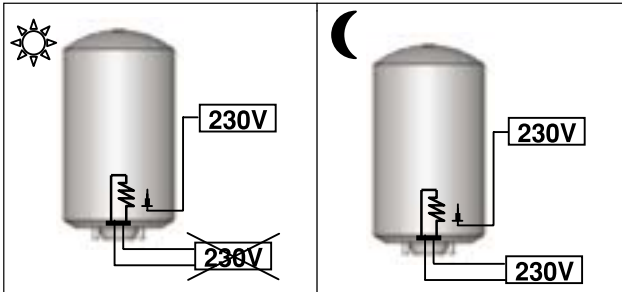

Рис. 14. Система PROfessional TECH: источник питания в ночное время + постоянно работающий источник питания
- Система PROfessional TECH: постоянно работающий источник питания с напряжением 230 В, не зависящий от сети питания нагревательного элемента (рис. 14).